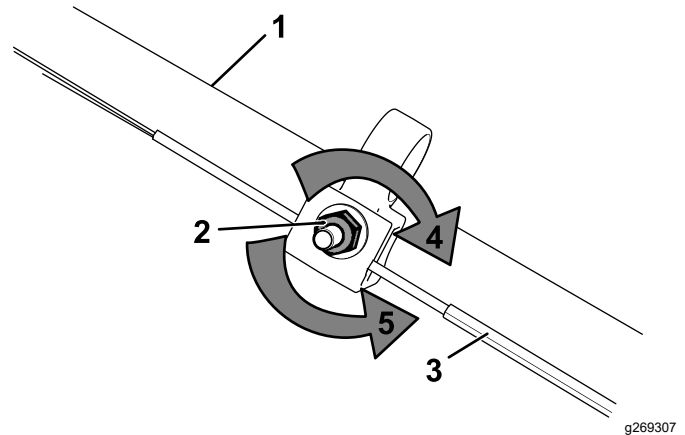

Figure 35
- Tournez l'écrou de réglage dans le sens antihoraire pour desserrer le réglage du câble (Figure 35).
- Ajustez la tension du câble (Figure 35) en le tirant en arrière ou en le poussant en avant puis en le maintenant à cette position.